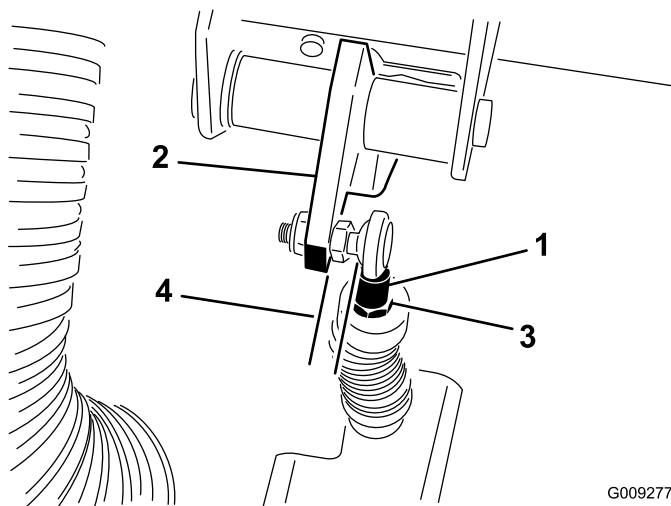

Figura 65
**Importante:** Assicuratevi che l'estremità dell'asta sia perpendicolare al giunto, non spostata di lato, e rimanga parallela al pedale della frizione dopo il serraggio del controdado (Figura 65).